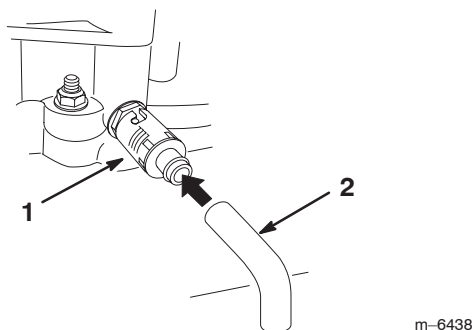

Figure 20
6. Placez un bac sous le flexible de vidange. Tournez le robinet de vidange d'huile pour permettre à l'huile de s'écouler (Fig. 20).
8. Retirez le flexible de vidange (Fig. 20).